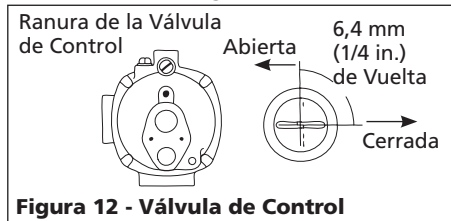

Figura 12 - Válvula de Control
NOTA: Cuando se use la bomba para pozos profundos con el eyector de chorro para pozos profundos que se ha acoplado con pernos, asegúrese de que la ranura de la válvula de control esté en posición vertical (abierta) en todo momento (Figura 12).
4. Cierre la válvula de control y abra un grifo que este cerca (Figura 12).